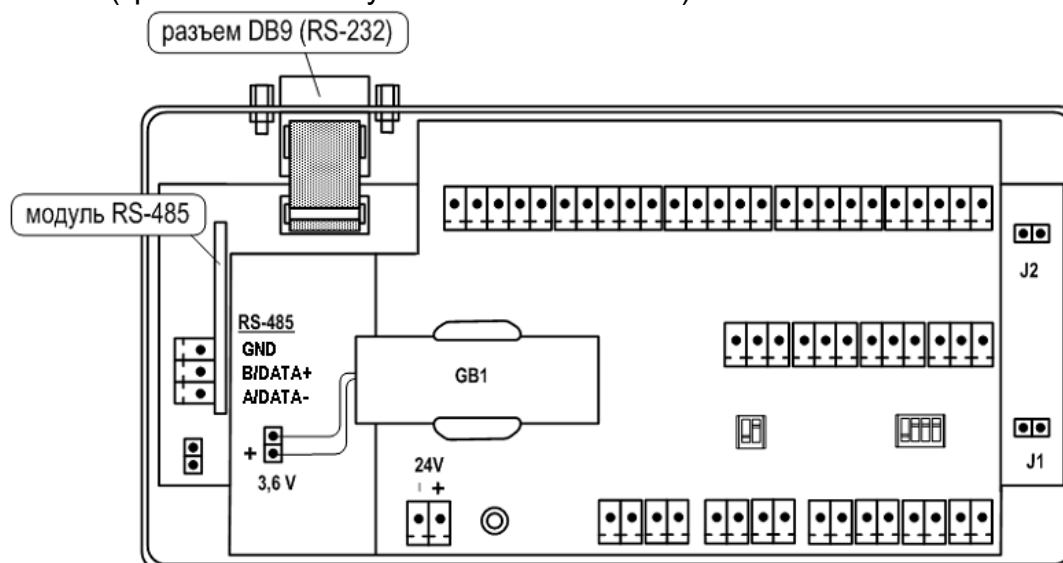

Рис.11. Размещение интерфейсных разъемов тепловычислителя.
6.3.1.1. Для связи с внешними устройствами в тепловычислителе предусмотрены последовательные интерфейсы RS-232, RS-485. Размещение интерфейсных разъемов в отсеках ТВ показано на рис. 11 (крышки отсеков условно не показаны).